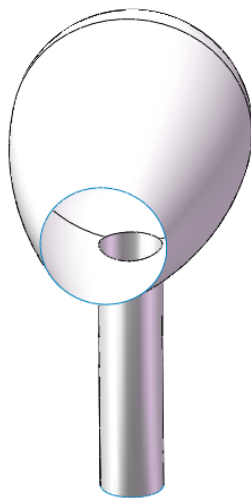

图 9-86 裁剪结果
(10) 裁剪曲面。选择菜单栏中的“插入”→“曲面”→“剪裁曲面”命令，或者单击“曲面”工具栏中的（剪裁曲面）按钮，此时系统弹出如图 9-85 所示的“曲面-剪裁”属性管理器。在属性管理器中选择剪裁类型为“相互”，在视图图中选择旋转曲面和放样曲面为剪裁曲面，选择如图 9-85 所示的两个面为保留曲面。单击属性管理器中的（确定）按钮，结果如图 9-86 所示。